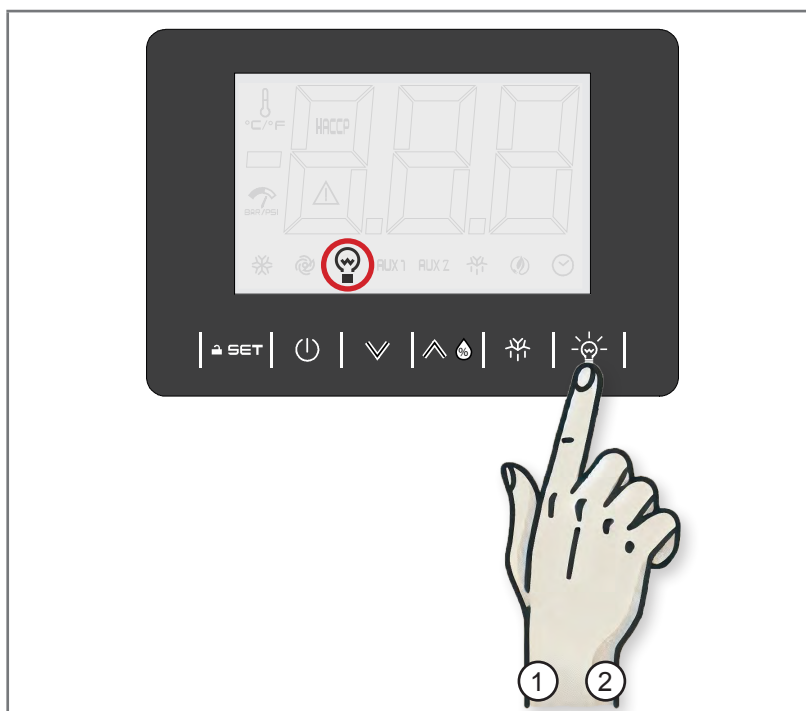

Fig 5.6 - Bouton de la lumière de la cellule
1. Appuyer sur la touche LUMIÈRE CELLULE (1 - Fig. 5.6) : l'écran affiche l'icône LUMIÈRE CELLULE.
2. Appuyer sur la touche LUMIÈRE CELLULE (2 - Fig. 5.6) : l'écran n'affiche pas l'icône LUMIÈRE CELLULE.